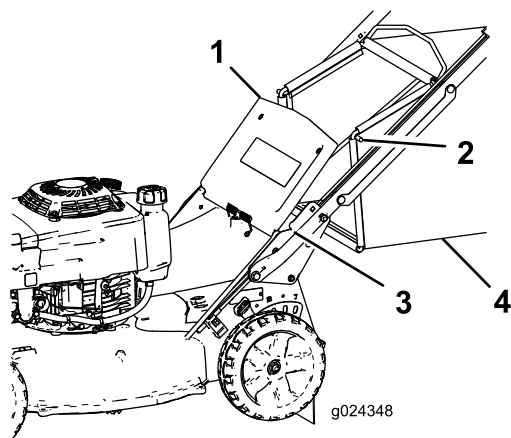

Figura 18
2. Levante y sujete la puerta trasera (Figura 18).
- Inserte los extremos de la varilla de la bolsa en las muescas de la base del manillar, y mueva la bolsa hacia adelante y hacia atrás para verificar que los extremos de la varilla están asentados en el fondo de cada muesca (Figura 18).
- Retire la varilla de la bolsa de recogida de las muescas de la base del manillar (Figura 18).